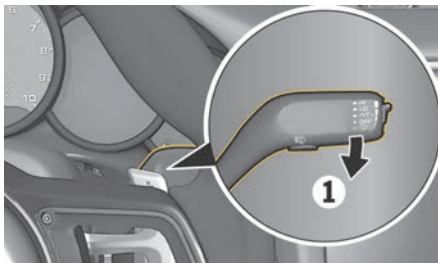

Fig. 10 : Levier d'essuie-glace
1. Poussez le levier d'essuie-glace 1 fois vers le bas (fig. 10, 1).